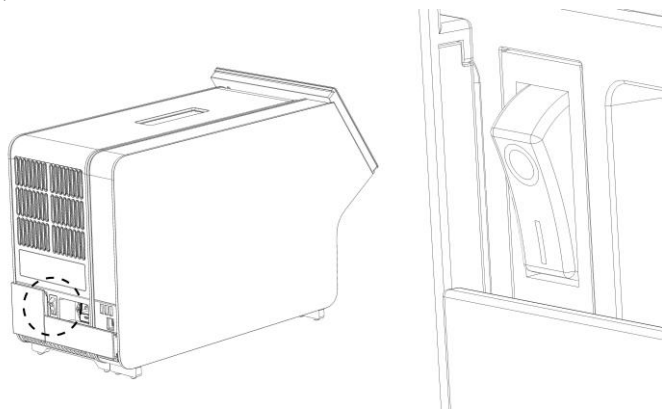

Figura 21. Localizando o interruptor de alimentação e colocando-o na posição "I".
10. Ligue o instrumento pressionando o botão de alimentação na parte de trás do Módulo analítico na posição "I" (Figura 21). Confirme se os indicadores de status dos Módulos analítico e operacional são exibidos em azul.